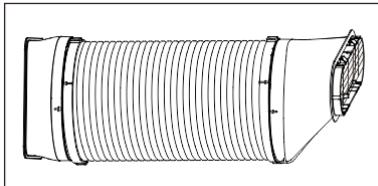

Fig.3
- 3) Después del montaje, como en la fig. (Fig. 3)